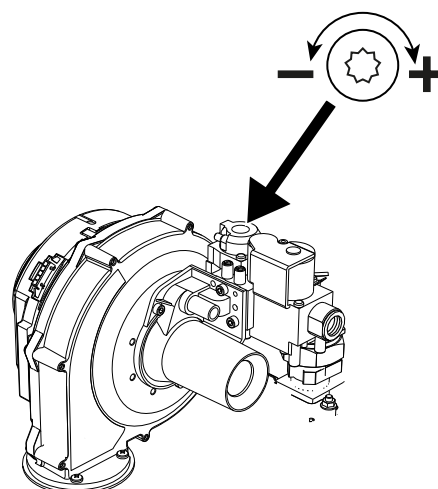

fig. 96- Tornillo de regulación de la capacidad mínimo OFFSET
- Si los valores no son los indicados, gire el tornillos de regulación del CO₂, OFFSET (vea fig. 96), hasta alcanzar los valores indicados.